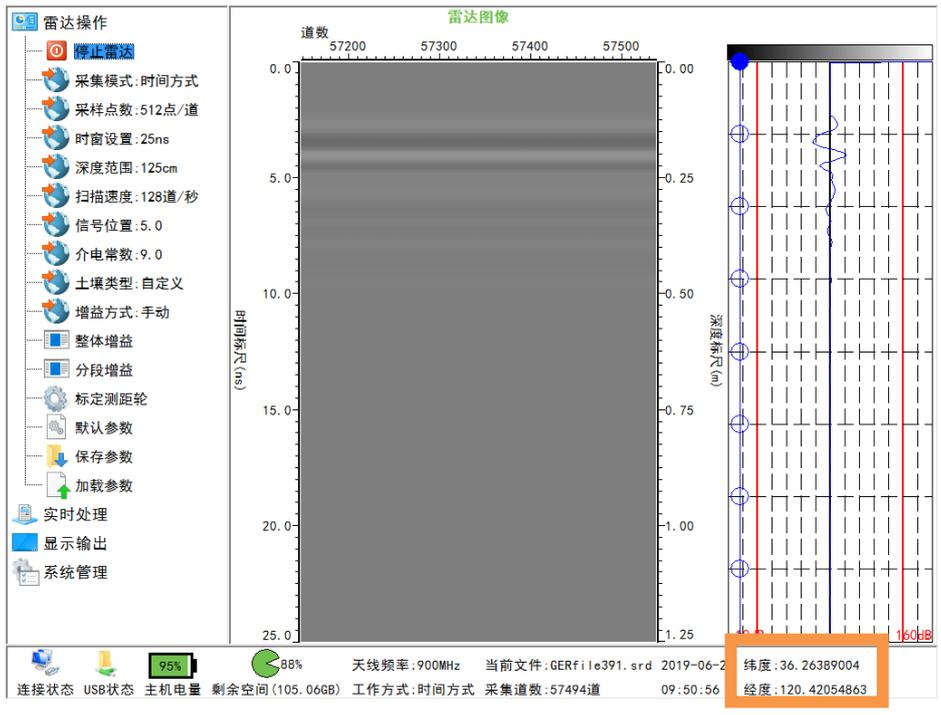

图 28 GPS 功能界面
GER-10 主机可以与当前的大部分 GPS 设备连接，连接后主机所采集的数据中带有坐标信息如图 28 所示，保存雷达数据时会关联产生一个坐标文件，传输数据时用户只需复制雷达数据该坐标文件将被关联复制。GER-10 主机与雷达的连接流程如下：
- (1) 选择一个带有串口（R323）的 GPS 设备，并且该设备具有 GPGGA 数据格式。
- (2) 调试 GPS 设备使其正常工作，并设置数据格式为 GPGGA。
- (3) 将 GPS 设备与 GER-10 主机的 GPS 接口连接。开启雷达 GPS 设备与 GER-10 通讯正常时，如图 28 会在状态栏的右下角显示坐标信息。